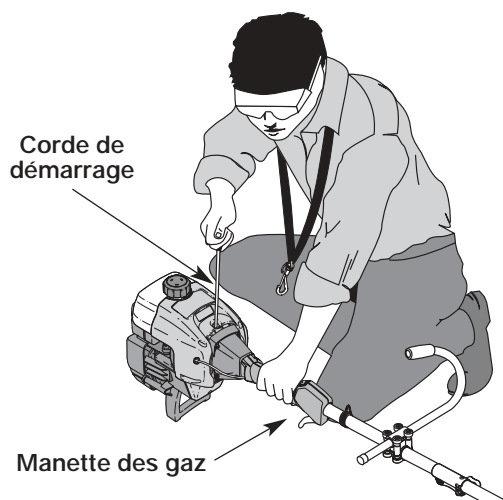

Fig. 18
AVERTISSEMENT : évitez tout démarrage accidentel. Tenez-vous en position de démarrage lorsque vous tirez sur la corde de démarrage (Fig. 18). L'opérateur et l'appareil doivent tous deux être en position stable pour éviter des blessures graves.
5. L'appareil étant prêt à démarrer (Fig. 18), **N'APPUYEZ PAS SUR LA MANETTE DES GAZ** et tirez brusquement sur la corde de démarrage 5 fois de suite, le levier EZ-Start^{MC} étant tourné vers la gauche. Si le moteur essaie de démarrer avant le cinquième tir, passez à l'étape 6.
1. Relâchez la manette des gaz (Fig. 18). Laissez le moteur refroidir au ralenti.